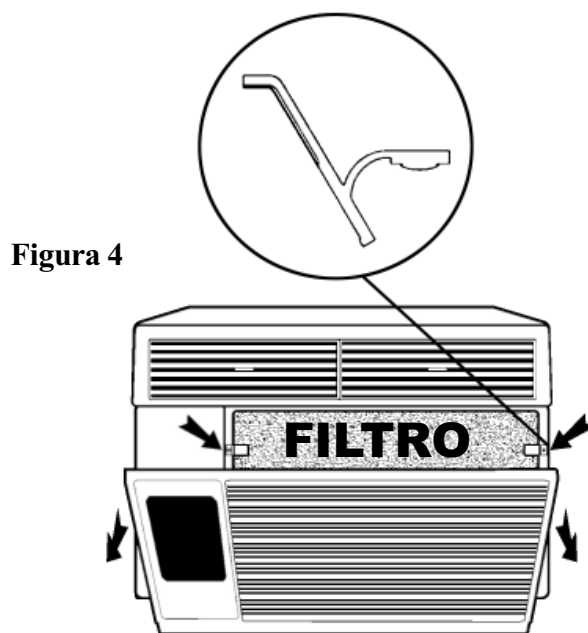

Figura 4
Abra la rejilla de aire de regreso (RA) tomándola por los bordes externos superiores y tirando hacia usted (vea la Figura 4). La rejilla RA se quedará abierta hasta que se retire o se cierre (Es más fácil extraer la rejilla primero antes de cerrarla). Si tiene que extraer la rejilla RA, tómelala en la parte inferior y tire hacia usted.
El filtro está sostenido por dos broches de resorte (vea la Figura 4). Empuje los broches hacia abajo, tome el filtro y tire hacia usted para extraerlo y poder limpiarlo. Limpie con agua tibia y un detergente suave, enjuáguela, séquela por completo y devuélvala a su sitio. Sea cuidadoso al extraer el filtro. Los componentes metálicos internos son cortantes.